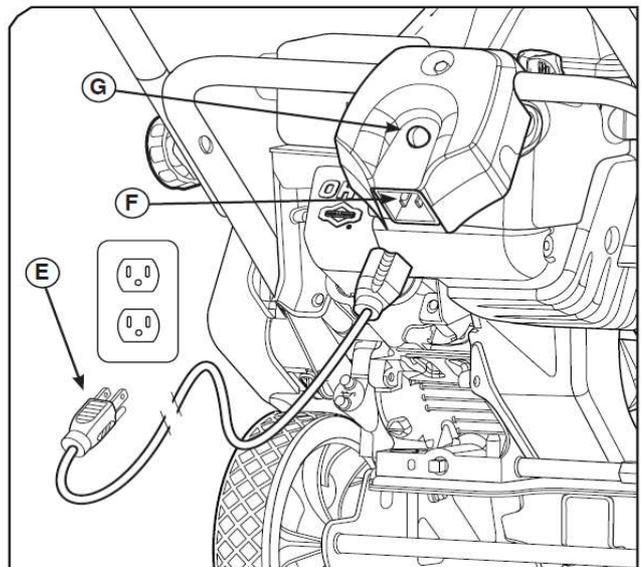

Figure 3
- 6、リwindスタート：しっかりとスターターロープ (D) を握ってください。スターターロープをゆっくりと引き、抵抗を感じたら勢いよく引いてください。
- 7、電動スタート：電源コード (Fig3: E) を除雪機の端子 (F) に接続し、家庭用コンセントに接続してください。もし延長コードを使用するときは3新電源コードを使用してください。
- 8、電動スタート：スターターボタン (G) を押してください。エンジンが始動したら、家庭用コンセント側から接続を外してください。その後除雪機の端子から電源コードを外してください。